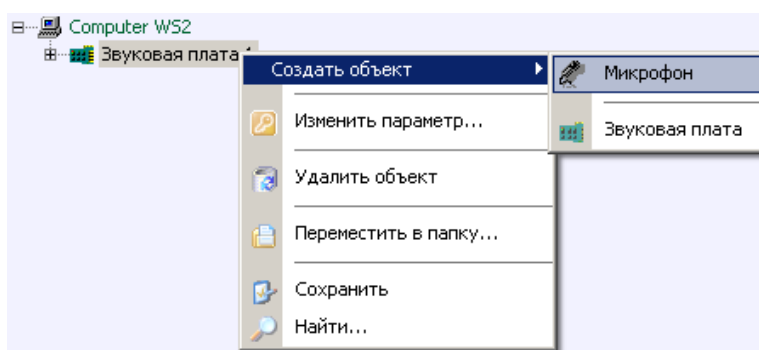

Рис. 3.1—15 Контекстное меню объекта «Микрофон»
1. В контекстном меню объекта «Звуковая плата» выбрать «Создать объект» -> «Микрофон» (Рис. 3.1—15).
В результате откроется панель основных настроек объекта (Рис. 3.1—16).